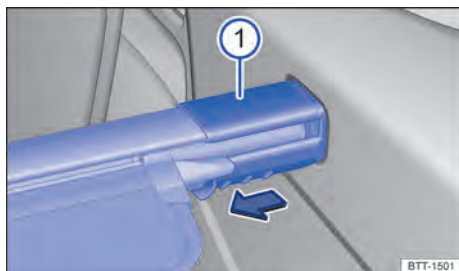

Fig. 176 No compartimento de bagagem: remover a cobertura do compartimento de bagagem.
- Pressionar o suporte da cobertura do compartimento de bagagem → **Fig. 176** ① na direção da seta e mantê-lo pressionado.
- Soltar o suporte da cobertura do compartimento de bagagem → **Fig. 176** ①.